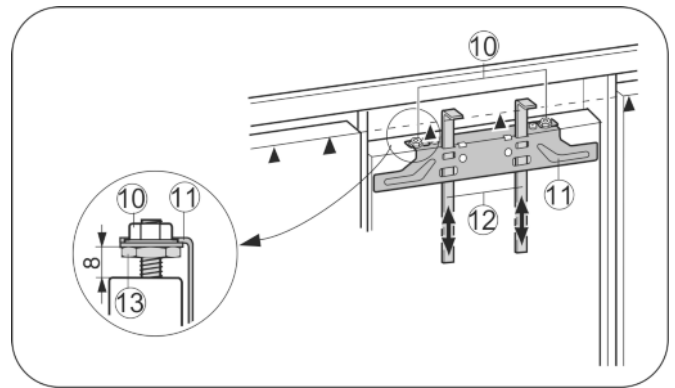

Fig. 27
- ▶ Desplace hacia arriba las ayudas de montaje Fig. 27 (12) a la altura de la puerta del mueble. Canto inferior de tope ▲ de la ayuda de montaje = canto superior de la puerta del mueble que se ha de montar.
- ▶ Desatornille el travesaño de fijación Fig. 27 (11) mediante las contratueras Fig. 27 (10).